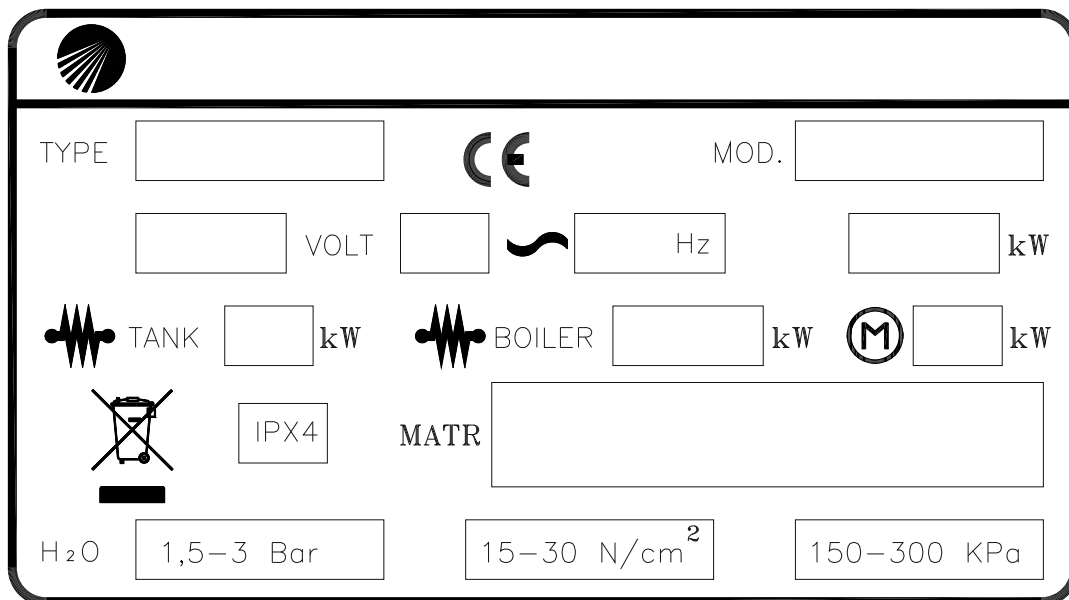

Fig. 1-1
- La targhetta caratteristiche (Fig. 1-1) si trova sul fianco dx della macchina. Essa contiene tutti i dati necessari per l'installazione.
- The specifications tag (Fig. 1-1) is placed on the right-hand panel of the machine. It contains all the necessary data to install the appliance.
- Das Maschinenschild (Bild. 1-1) befindet sich an der Rechtseite des Gerätes. Es enthält alle für die Aufstellung notwendigen Daten.
- La plaquette (Fig. 1-1) comportant les caractéristiques de l'appareil est placée sur le côté droit. Elle indique toutes les données nécessaires à la mise en place de la machine.
- La placa de características (Fig. 1-1) está ubicada en el flanco derecho de la máquina. Contiene todos los datos necesarios para la instalación.
- A etiqueta com os dados técnicos (Fig. 1-1) está localizada na lateral direita da máquina. Tal etiqueta contém todos os dados necessários para a instalação.
- Het typeplaatje (Afb. 1-1) bevindt zich aan de rechterkant van de machine. Hier staan alle gegevens op die benodigd zijn voor de installatie.